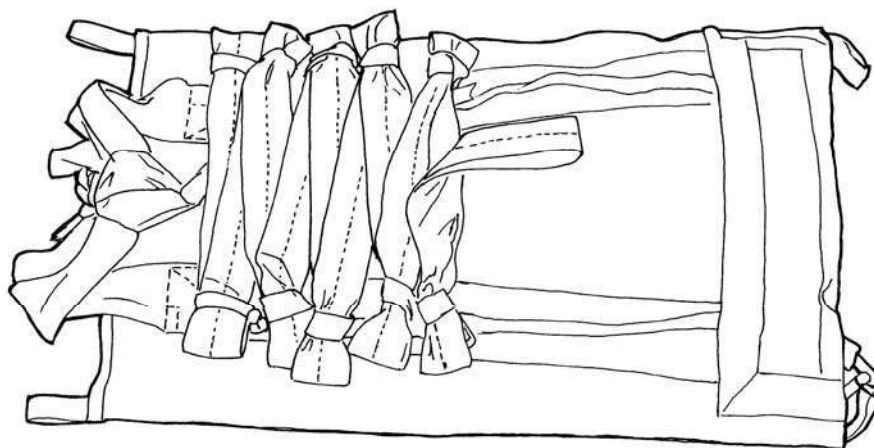

Figure 3.35 – Ensemble PE9 DUO S.O.A.
- à la fin du pliage, l'ensemble PE9 DUO S.O.A. se présente comme illustré ci-dessous (figure 3.35).